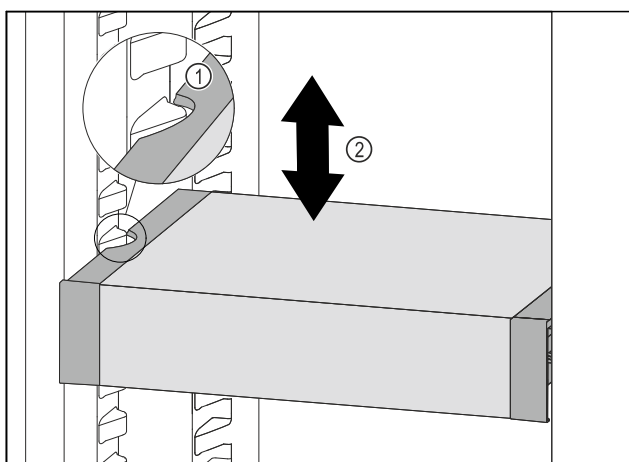

Fig. 126
- ▶ Dra VarioSafe framåt tills sidofördjupningarna på VarioSafe är i samma nivå som behållarlisterna i kyldelen. Fig. 126 (1)
- ▶ Förflytta VarioSafe uppåt eller nedåt i kyldelen tills önskad höjd har uppnåtts. Fig. 126 (2)